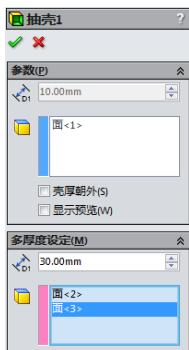

图 3-133 “抽壳 1”属性管理器
**02** 执行抽壳命令。在菜单栏中选择“插入”→“特征”→“抽壳”命令，或者单击“特征”工具栏中的“抽壳”图标按钮 ，此时系统弹出如图 3-133 所示的“抽壳”属性管理器。